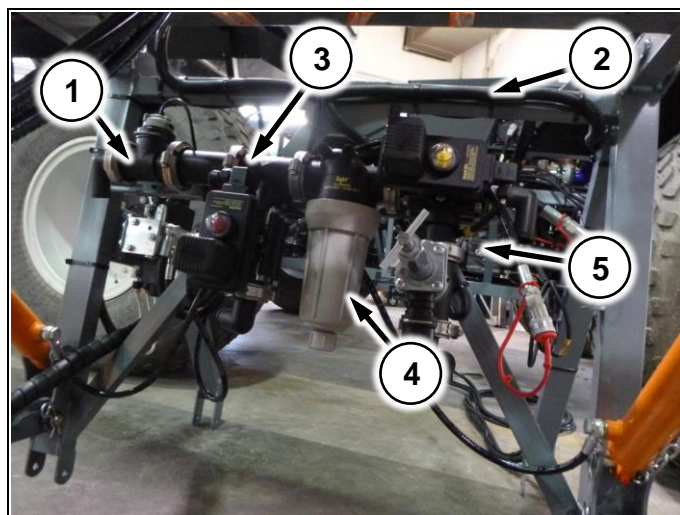
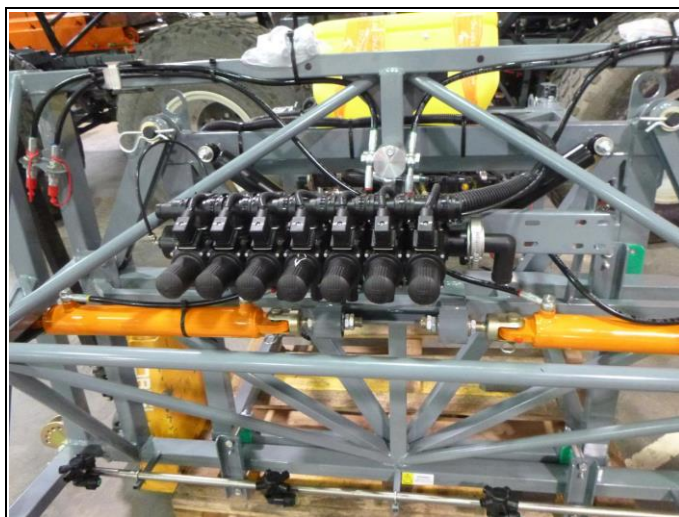

Рис. 85
Рис. 86
Распределительная аппаратура состоит из частей – блока секционных клапанов (Рис. 86) и блока управления расходом (Рис. 85/1) – расходомер; (Рис. 85/2) – главный клапан; (Рис. 85/3) - регулировочный клапан; (Рис. 85/4) – корпус фильтра тонкой очистки; (Рис. 85/5) – предохранительный клапан.
1. М – главный клапан (Рис. 85/2)
2. R – регулирующий клапан (Рис. 85/3)
3. Расходомер (Рис. 85/1) и датчик скорости подключаются в 3х.-контактные герметичные разъемы (См. схему в кратком руководстве по электрооборудованию)